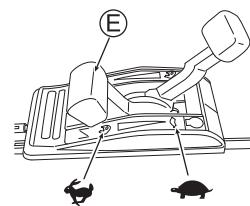

Fig. 13
- Verifique se há alguma pessoa atrás de você ao puxar a manopla de partida (V).
- Segure firmemente a manopla de partida (V) ao puxá-la.
- Retorne lentamente a manopla de partida (V).
- 5 Aqueça a máquina antes de usá-la. Depois que o motor estiver aquecido, comece a cortar colocando a alavanca do acelerador (E) em "|\|". (Veja a fig. 13)